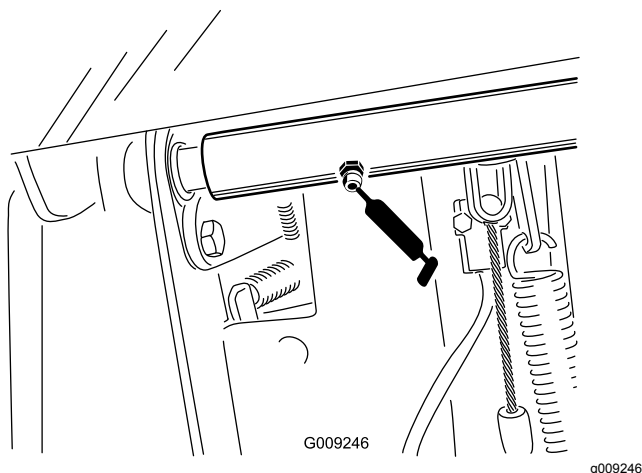

Figure 58
- 2 roulements d'axe de pivot de la pédale de frein (Figure 58)